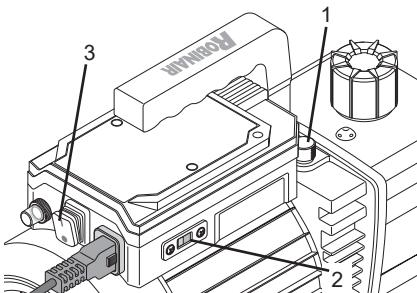

Figure 7
6. Vérifier que la position du sélecteur de tension (2) (*voir Figure 7*) correspond à la tension nominale de l'alimentation électrique.
1. Mettre en marche (3) la pompe à vide (*voir Figure 7*).
La vanne de ballast de gaz (1) se situe à côté de la poignée, en face de l'orifice d'entrée (*voir Figure 7*).
3. Arrêter (3) la pompe à vide (*voir Figure 7*).